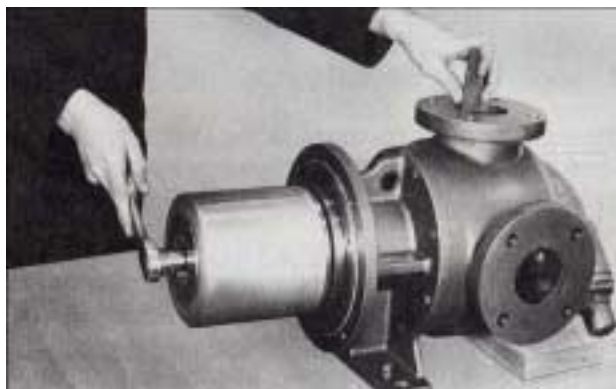
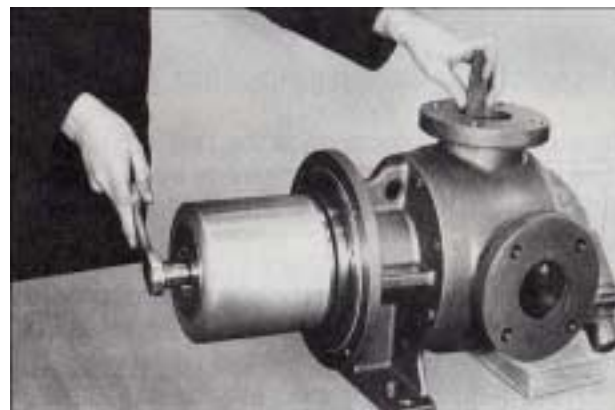

FIGURA 13
FIGURA 14
5. Quizás quede algún líquido en la canastilla, por eso, tome las medidas de seguridad necesarias. El drenaje de la canastilla está situada detrás de la brida y cerca de la parte baja. Si se retira el tapón la canastilla quedará casi drenada. Retire los (8) tornillos de cabeza allen de 0.25" que sujetan la canastilla y luego haga deslizar la canastilla hacia fuera.
6. Inserte una barra de cobre por el puerto entre los dos dientes del rotor y afloje los tornillos que sujetan el imán interior al eje. Ver Figura 13, página 7. El tornillo de 0.416" tiene una rosca a la derecha y por tanto se gira en el sentido contrario a las agujas del reloj. EL IMAN INTERIOR TIENE UN CAMPO MAGNETICO MUY FUERTE Y ES MUY PELIGROSO CUANDO ESTA DESMONTADO. **EL IMAN ES ALGO PESADO Y CUALQUIER OBJETO Y SUPERFICIO FERREA LO ATRAERÁ CAUSANDO UN GOLPE GRANDE. TENGA EN CUENTA LAS PRECAUCIONES RELACIONADAS EN (PÁGINA 2). EXTREME LA PRECAUCIÓN HACIENDO DESLIZAR EL IMAN HACIA FUERA DEL EJE DE LA BOMBA. APOYE EL IMAN SOBRE CUALQUIERA DE LOS LADOS, APARTADO DE LOS OBJETOS.** Ver Figura 14, página 7. **Retirar la llave y el aro externo (LQ & LS) y luego termine de desmontar la bomba.**